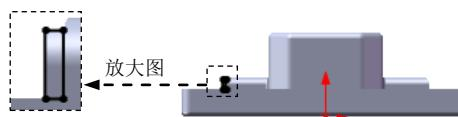

图 16.2.47 横断面草图
② 定义横断面草图。在草图环境中绘制图 16.2.47 所示的横断面草图。
(3) 定义切除深度属性。在“切除一拉伸”对话框 **方向 1** 区域的 下拉列表中选择 **完全贯穿** 选项。取消选中的 **正交切除(N)** 复选框。
(4) 单击对话框中的 按钮，完成切除一拉伸 2 的创建。